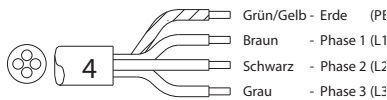

Abb. 10
- (Abb. 10) 3 ~ 230V (4 adriges Kabel)